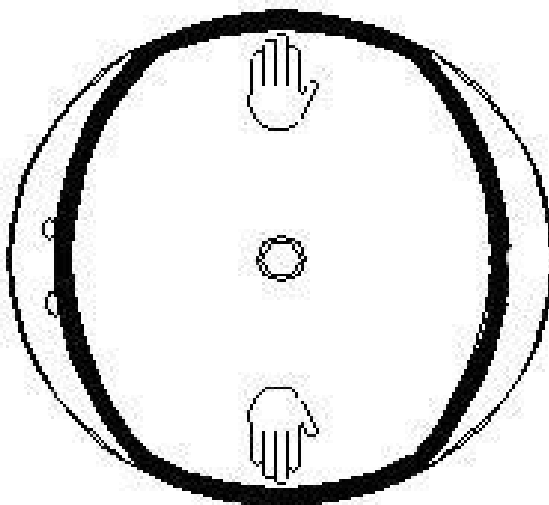
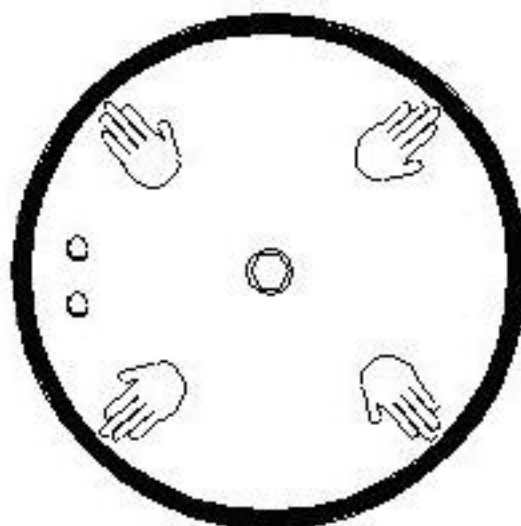

Figura 81
Figura 82
- Instale la empaquetadura en la ranura de la puerta usando una herramienta no filosa para presionar la empaquetadura en la ranura de puerta según se muestra en la Figura 81 y Figura 82.